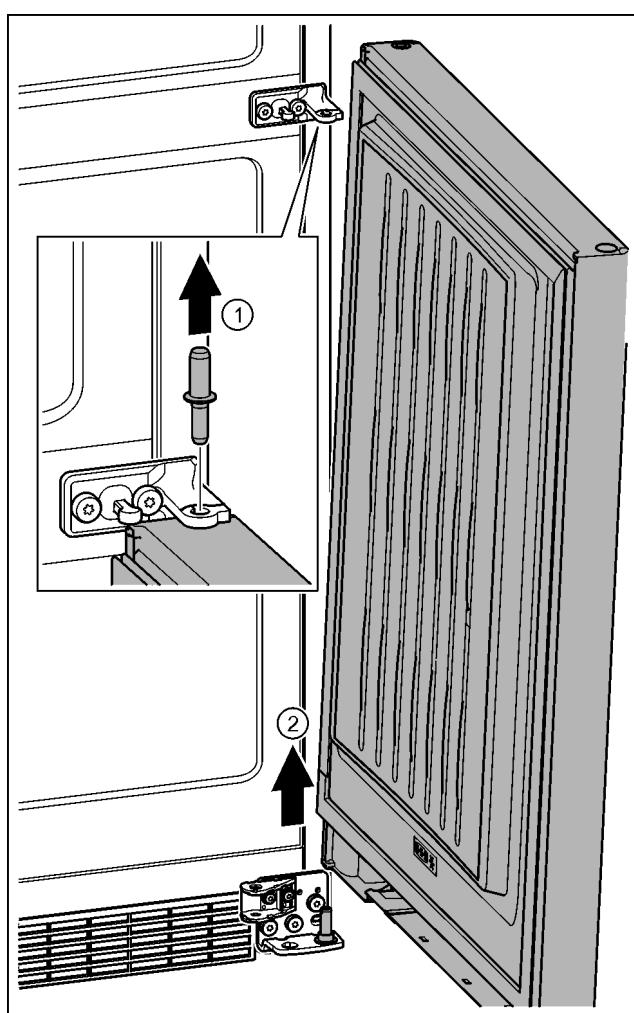

Fig. 22
► 向上拉出螺栓。Fig. 22 (1)
► 向外旋转冰箱门，向上拉出后放在旁边。Fig. 22 (2)